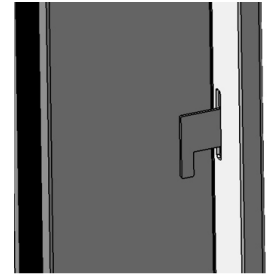

Fig. 25
25. a. Faites glisser la garniture latérale gauche en place en guidant soigneusement les fentes de fixation de la garniture latérale. La figure 25 montre une vue intérieure.